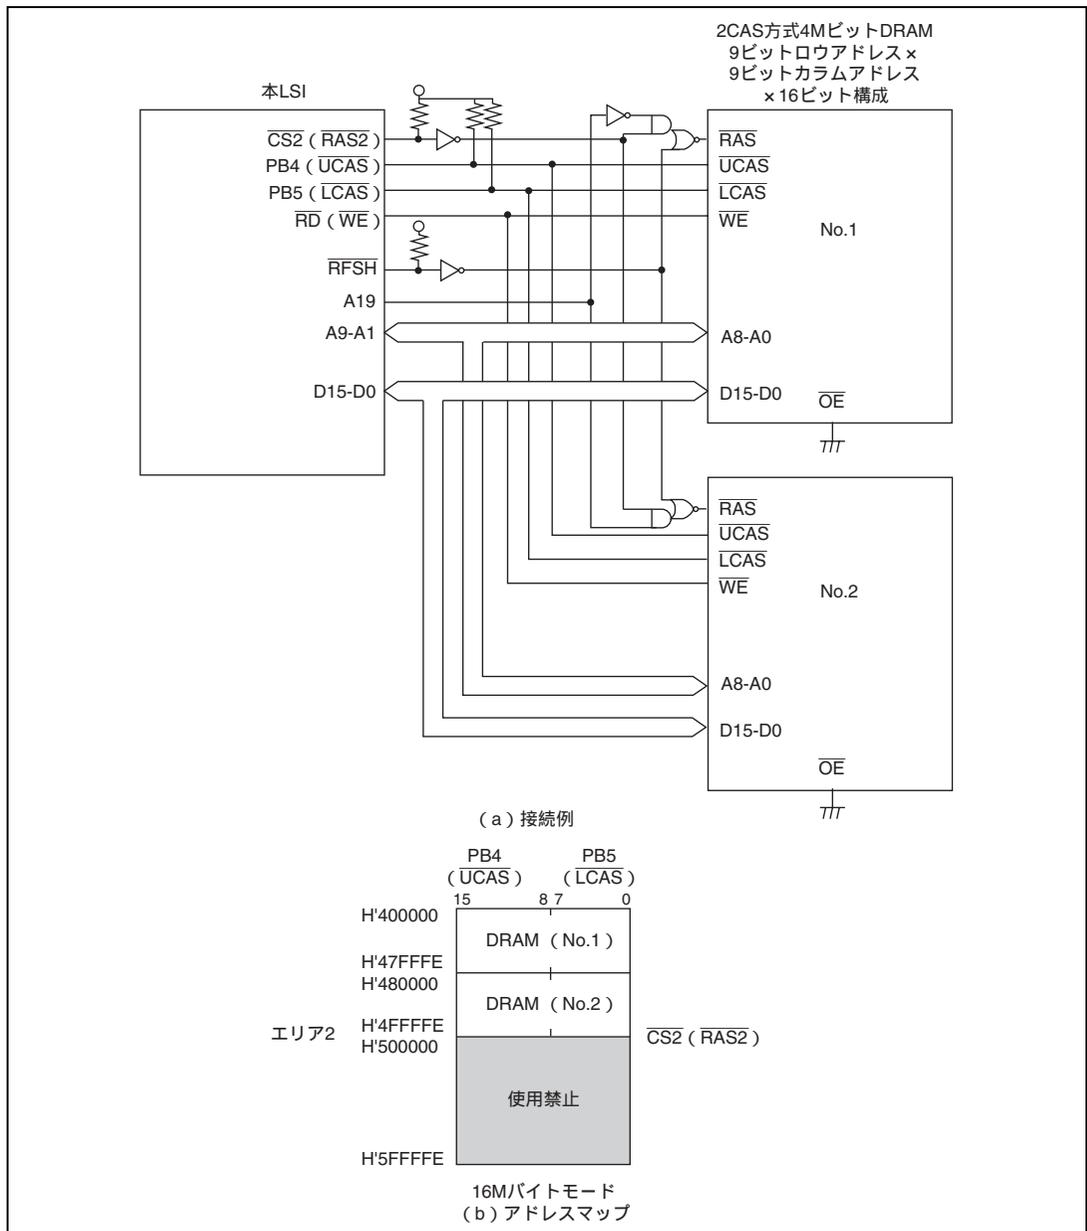

図 6.31 ×16 ビット構成 (2CAS 方式) の 4M ビット DRAM の接続例とアドレスマップ
- (3) 図6.31に4MビットDRAMを2個使用する場合の接続例とそのアドレスマップを示します。9ビットロウアドレス×9ビットカラムアドレスのタイプのものを使用しています。本例では上位アドレスをデコードすることにより、複数のDRAMを一つのエリアに接続しています。この場合、すべてのDRAMを同時にリフレッシュする必要があるため、 $\overline{\text{RFSH}}$ 端子を使用します。ただし、この接続例では、RASダウンモードは使用できませんので注意してください。